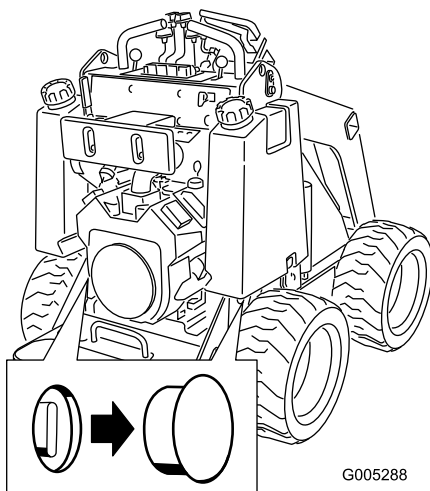

Figure 12
2. Enlevez l'obturateur de chaque vanne de remorquage (Figure 12).